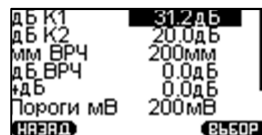

Рисунок 2.11 – Редактирование пользовательской калибровки
1. Клавишами «» и «» выбрать пользовательскую калибровку для редактирования. Нажатием клавиши «» открыть меню действия с калибровками, выделить пункт «РЕДАКТ», и подтвердить нажатием клавиши «». Прибор перейдет в режим редактирования параметров калибровки (рис. 2.11). Описание параметров указано в табл. 2.1.